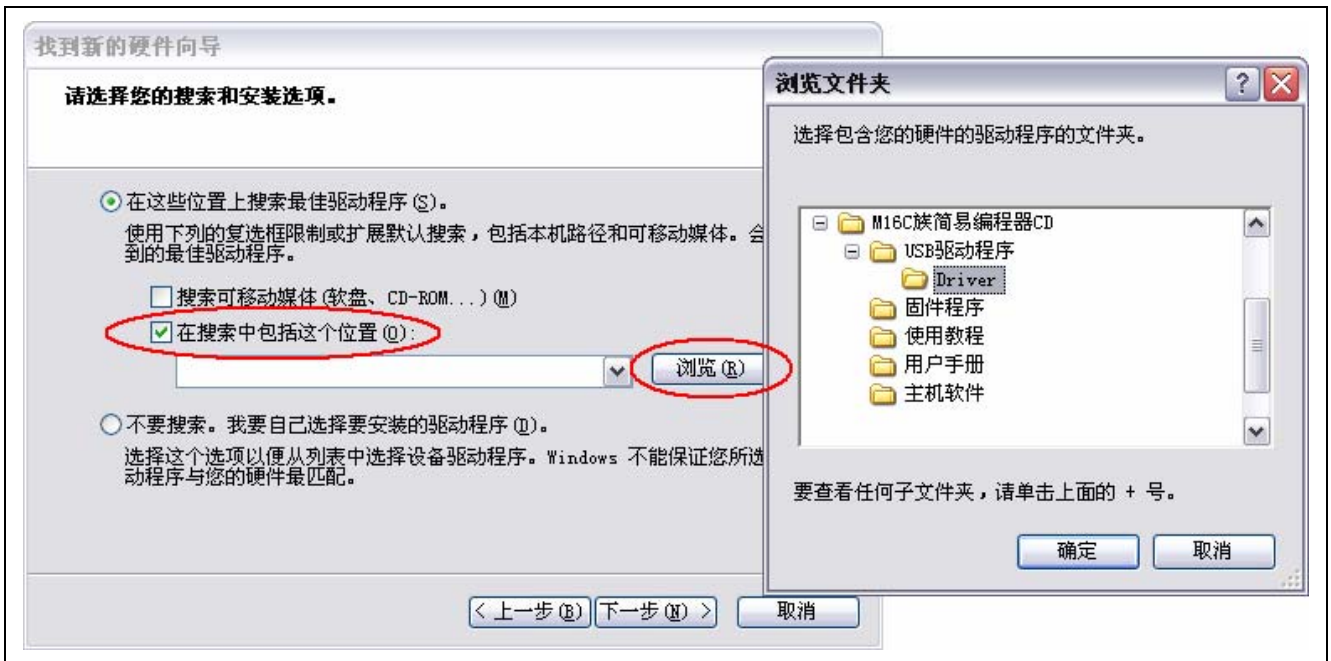

图 3.6 指定驱动程序路径
(4) 如图 3.6 所示，选择“在搜索中包括这个位置 (O)”，单击“浏览 (R)”指定配套 CD 中驱动程序的路径。在“浏览文件夹”窗口，选择“Driver”文件夹，单击“确定”，然后在“找到新的硬件向导”窗口，单击“下一步”。